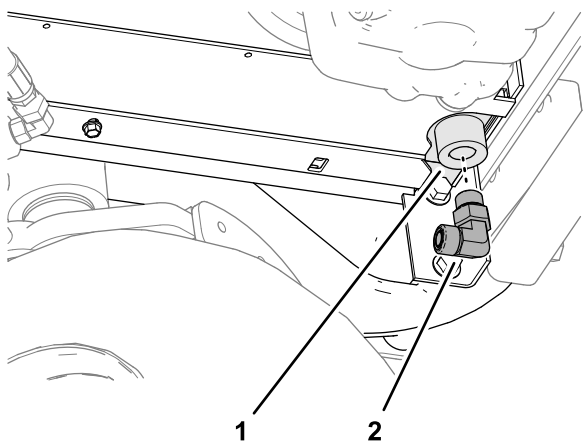

Рисунок 29
1. В переднем нижнем углу радиатора подсоедините прямоугольный штуцер (торцевое уплотнение -8 с уплотнительным кольцом / 3/4 дюйма SAE) к выпускному патрубку маслоохладителя, как показано на Рисунок 29, и затяните гайку штуцера.